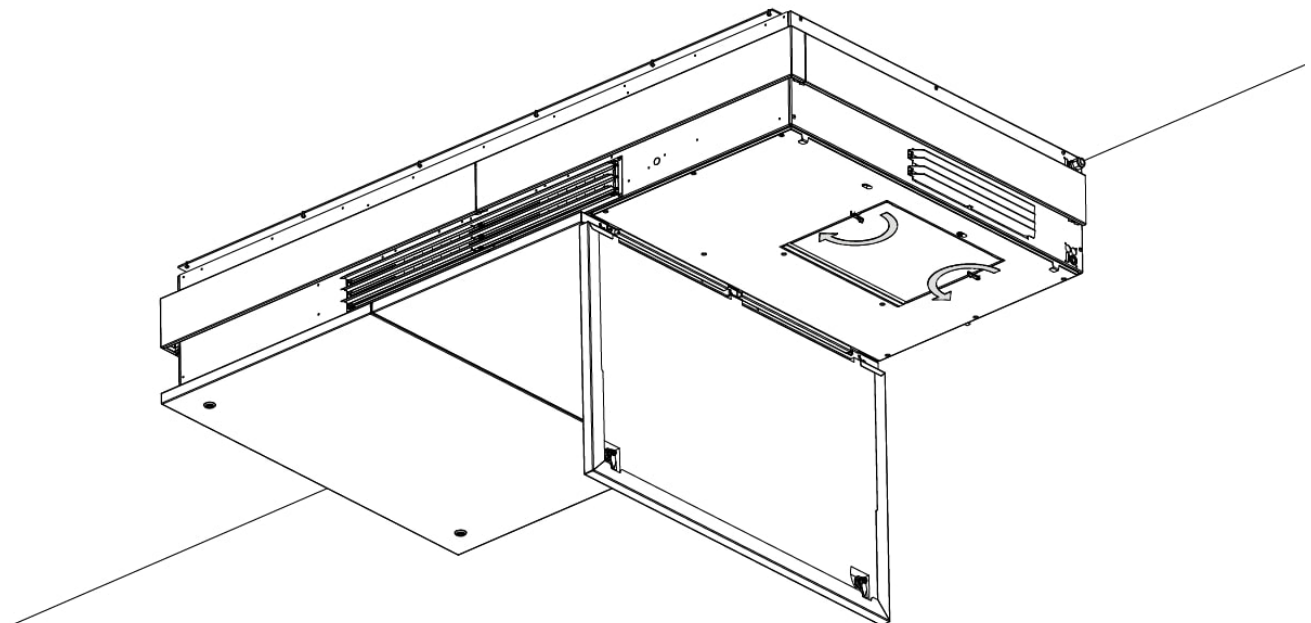

Abbildung 9: Öffnen der Filterklappe
2. Öffnen Sie die Filterklappe, siehe Abbildung 9.